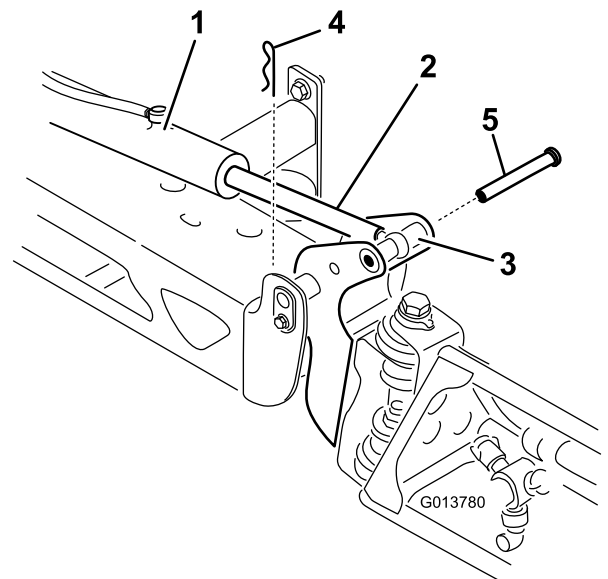

図 83
2. ピボットピンからコッターピンを抜き取る 図 83。
3. ブームを持ち上げて、ピンを外し 図 83、ブームをゆっくりと床面に降ろす。
9. ブームを支えながら、ブームのピボットとアクチュエータロッドにピンを通す(図 83)。